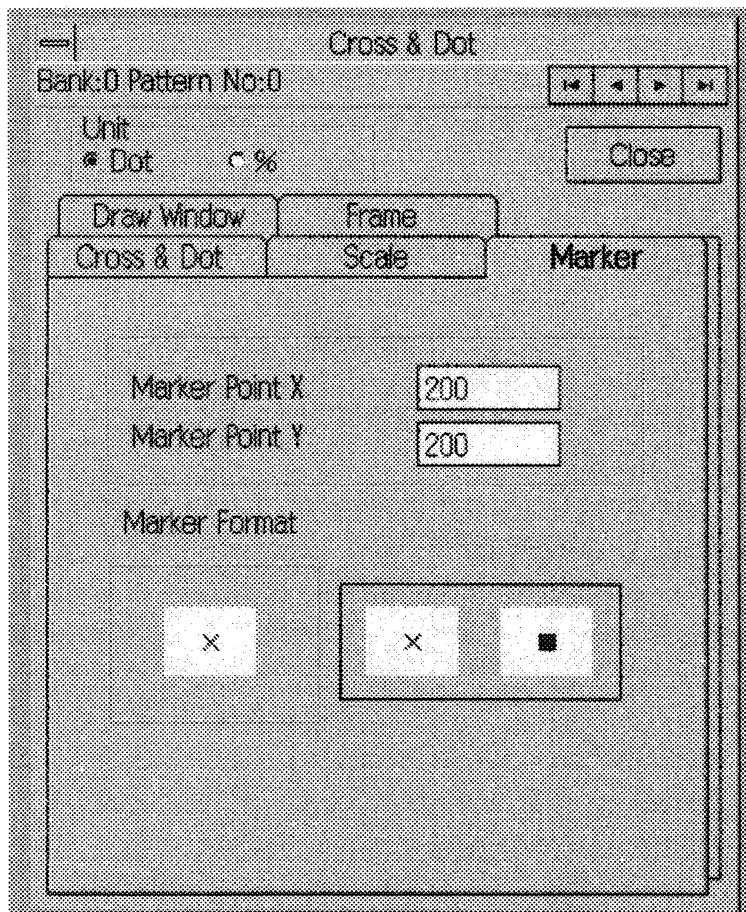

図4-27
:クロスハッチ、ドットパターンのパラメータ設定です。このメニューをクリックすると「Cross & Dot」ダイアログが表示されます (図4-27)。
* 「Marker」カード：マーカーの設定をします（図4-27）。